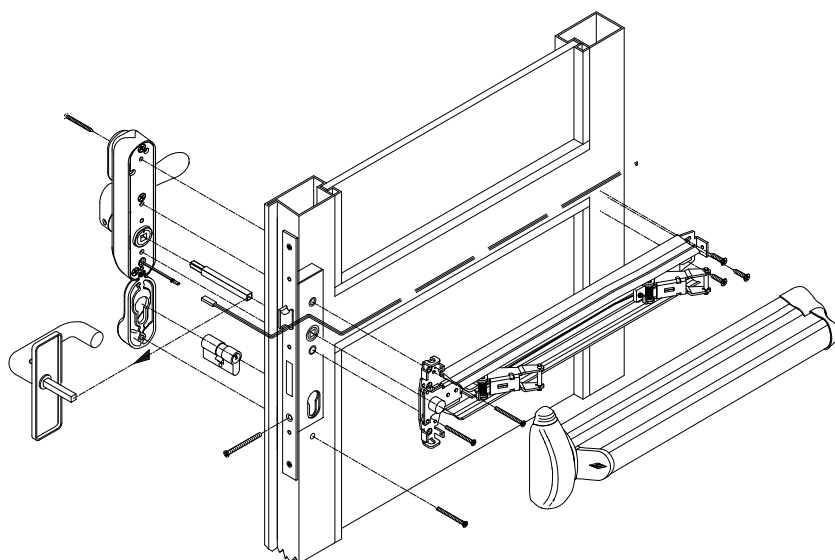
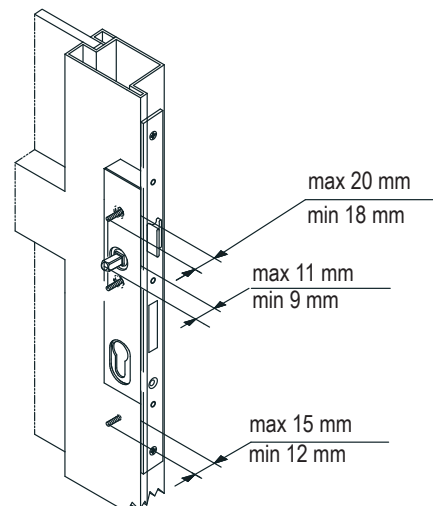

FIG. 4
FIG. 5
IT PREDISPOSIZIONE DELLA PORTA TAGLIAFUOCO PER IL MONTAGGIO CON ELETTROMANIGLIA VERSIONE INFILARE art. 1.07074.71.0 con interasse 92 mm. (Fig. 4 - Fig. 5)
4A. installare il quadro, fornito con l'elettromaniglia, verificando che la sporgenza sia compresa nelle dimensioni indicate in fig. 5;
Con il meccanismo della scatola principale del maniglione in appoggio dal lato interno porta, inserire le viti di fissaggio passante in dotazione, verificando che la sporgenza sia compresa nelle dimensioni indicate in fig. 5.
FR PREPARATION DE LA PORTE COUPE-FEU POUR LE MONTAGE AVEC POIGNEE ELECTRIQUE VERSION A ENFILER art. 1.07074.71.0 avec entraxe 92 mm. (Fig. 4 - Fig. 5)
4A. Installer le tableau fourni avec la poignée électrique, vérifier que son dépassement soit compris dans la plage de dimensions indiquées sur la fig. 5 ;
Avec le mécanisme du carter principal de la barre anti-panique situé sur le côté intérieur de la porte, insérer les goujons fournis et vérifier que leur dépassement soit compris dans la plage de dimensions indiquées sur la fig.5.
DE VORRÜSTUNG DER BRANDSCHUTZTÜR FÜR DIE MONTAGE EINES ELEKTRODRÜCKERS IN EINSTECKAUSFÜHRUNG Art. 1.07074.71.0 mit Dornmaß 92 mm. (Abb. 4 - Abb. 5)
- 3A. Die wie auf Seite 16 vorgesehene Bohrung auf dem Pfosten ausführen; Den mit dem Elektrodrücker mitgelieferten Vierkantstab montieren und sich dabei überzeugen, dass er nicht weiter vorsteht als in Abb. 5 angegeben;
5A. Die Zylinderplatte mit Dornmaß **92 mm** kann mit der eigens hierfür vorgesehenen Schraube am Elektrodrückerkörper befestigt werden. Mit dem auf der Türinnenseite aufliegenden Mechanismus des Hauptschlosskastens der Betätigungsstange die mitgelieferten durchgehenden Befestigungsschrauben einsetzen und sich überzeugen, dass sie nicht über die in Abb. 5 angegebenen Maße vorstehen.
EN PRE-SETTING A FIRE DOOR FOR INSTALLATION OF A MORTISE VERSION ELECTRIC HANDLE item 1.07074.71.0 with center distance 92 mm (Fig. 4- Fig. 5)
4A. install the square spindle supplied with the electric handle ensuring that its protruding part is within the dimensional range shown in fig. 5;
With the panic exit device main box mechanism resting against the door inside, introduce the supplied fixing screws, ensuring that their protruding part is within the dimensional range shown in fig. 5.
ES PREPARACIÓN DE LA PUERTA CORTAFUEGOS PARA MONTAJE CON ELECTROMANILLA VERSIÓN EMBUTIDA Art. 1.07074.71.0, con distancia entre ejes de 92 mm (Fig. 4 - Fig. 5)
4A. Instale el cuadrado suministrado con la electromanilla, verificando que la parte sobresaliente esté comprendida en las dimensiones indicadas en la Fig. 5;
5A. La placa cilindro, con distancia entre ejes de **92 mm,** puede ser fijada al cuerpo de la electromanilla con el correspondiente tornillo suministrado. Con el mecanismo del cofre principal de la barra apoyado en el lado interior de la puerta, introduzca los tornillos pasantes de fijación suministrados, verificando que la parte sobresaliente esté comprendida en las dimensiones indicadas en la Fig.5.
NL VOORBEREIDING VAN DE BRANDDEUR OP MONTAGE VAN ELEKTRISCHE HANDGREEP VOOR INSTEKMONTAGE art. 1.07074.71.0 met hartafstand van 92 mm. (Fig. 4 - Fig. 5)
4A. installeer het paneel dat bij de elektrische handgreep wordt geleverd. Controleer of het niet meer uitsteekt dan de afmetingen die staan aangegeven in fig. 5;
5A. de cilinderplaat met hartafstand van **92 mm** kan aan de elektrische handgreep worden bevestigd met de bijgeleverde schroef. Breng met het mechanisme van het hoofddeel van de handgreep tegen de binnenzijde van de deur de bijgeleverde tapeinden bevestigingsschroeven aan. Controleer of het niet meer uitsteekt dan de afmetingen die staan aangegeven op fig.5;
- 3B. install the square spindle supplied with the electric handle ensuring that its protruding part is within the dimensional range shown in fig. 5;